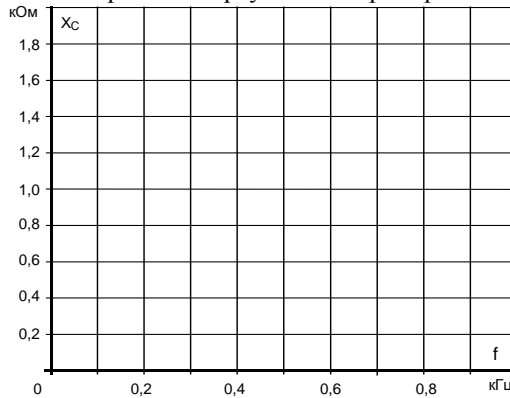

Рисунок 6.5. График для построения кривой $X_C = f(f)$
- Перенесите величины X_C на график (рис. 6.5) для построения кривой $X_C = f(f)$.